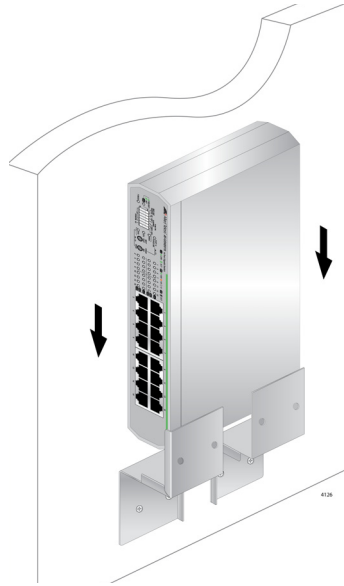

Рисунок 16. Размещение коммутатора в кронштейнах
8. Задвиньте коммутатор в кронштейны на стене, как это показано на рис. 16.